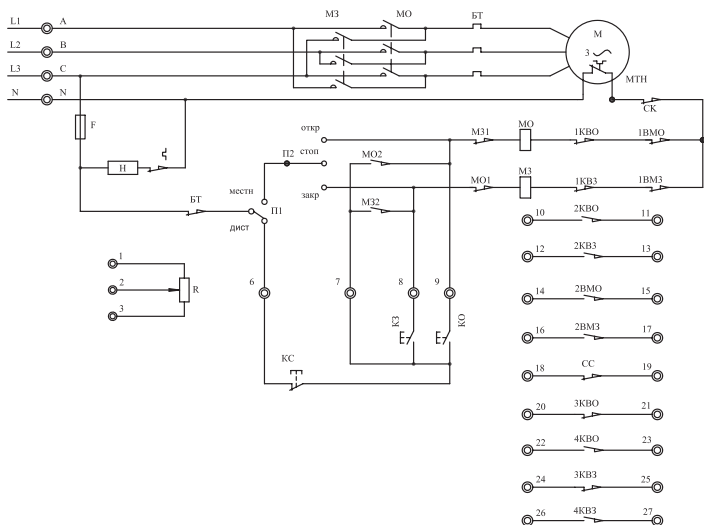

Рис.4 Принципиальная электрическая схема подключения электропривода ГЗ-ОФ КС.
3. ЭЛЕКТРИЧЕСКАЯ СХЕМА УПРАВЛЕНИЯ (рис.4)
Для управления электроприводом ГЗ-ОФ КС применяется электрическая схема, приведенная на рис.4. При достижении затвором арматуры конечных положений ОТКРЫТО или ЗАКРЫТО, срабатывают концевые микровыключатели 1КВЗ или 1КВО, отключая питание электродвигателя электропривода. При превышении установленного крутящего момента при открытии или закрытии затвора арматуры, срабатывают муфтовые микровыключатели 1ВМЗ и 1ВМО, отключая питание электродвигателя электропривода. Муфтовые микровыключатели 1ВМЗ и 1ВМО после срабатывания возвращаются в первоначальное положение при вращении вала в обратную сторону.
на короткое время, позволяющее определить направление движения выходного вала. Если диск будет вращаться в направлении обратном заданному, поменяйте местами фазы (А, В, С) питающего напряжения на силовом щите: (А и В, или А и С, или В и С) (рис.4). После этого повторить проверку.
4.3 НАСТРОЙКА ДВУХСТОРОННЕЙ МУФТЫ ОГРАНИЧЕНИЯ КРУТЯЩЕГО МОМЕНТА (МОМЕНТНОЙ МУФТЫ) (рис.4)